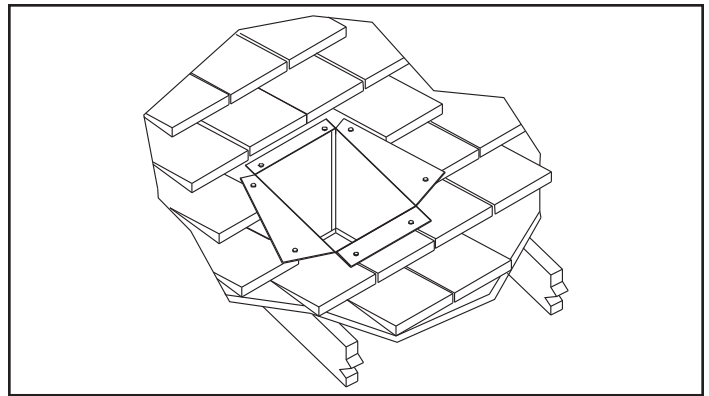

Figure 3.40
Étape 5 – Coupez la boîte de support depuis les coins supérieurs jusqu'au niveau du toit au moyen d'une cisaille de ferblantier et pliez les pans de façon à recouvrir le revêtement du toit. Les pans peuvent être rognés si nécessaire (figure 3.40). Avant de la clouer au toit, placez un cordon de mastic ne durcissant pas autour de la boîte de support pour créer un joint étanche entre la boîte et le toit. Sortez tous les matériaux combustibles de l'intérieur de la boîte de support.